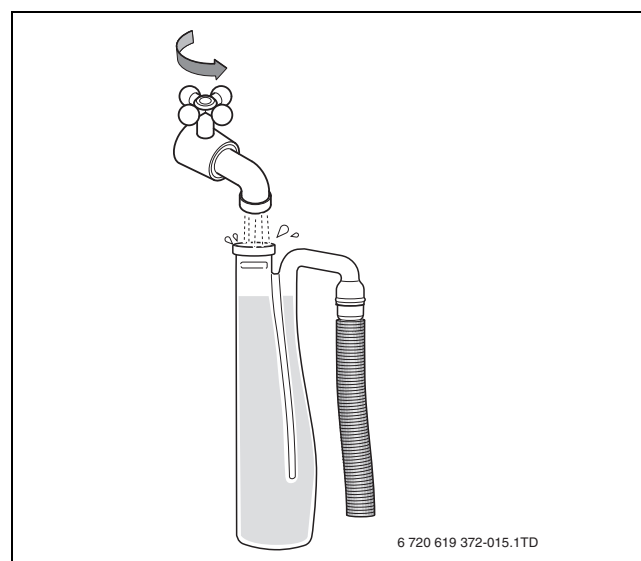

Bild 24 Siphon mit Wasser füllen
- Siphon (aus dem Lieferumfang Gerät) mit Wasser befüllen (→ Bild 24).